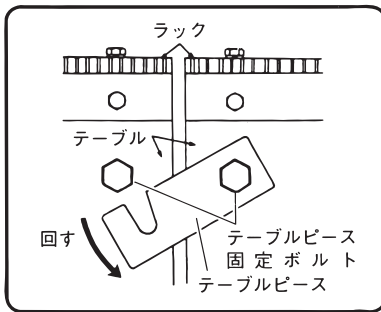

図 9
- (3) テーブルの帯のこ刃出し入れ部 (テーブル中央の割り溝) にテーブルピースが固定されています。(図9)
- テーブルピース固定ボルト (図9 はテーブルを下から見た図です。) を付属のボックススパナでゆるめ、テーブルピースを帯のこ刃が出し入れできる位置に回します。
- (4) 5 mm チョウボルトをゆるめてセフティーカバー(B)を右側へ移動します。